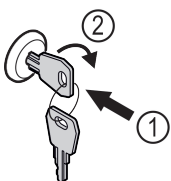

Fig. 196 Exempel
- ▶ Sätt in nyckeln Fig. 196 (1).
- ▶ Vrid nyckeln 90° medurs Fig. 196 (2).